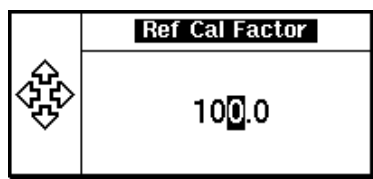

図 2-1 基準校正係数ポップアップ・ウィンドウ
- 4 必要な場合、チャンネルの **Ref CF** を押してこの設定を変更します。基準校正係数ポップアップ・ウィンドウが図 2-1 のように表示されます。